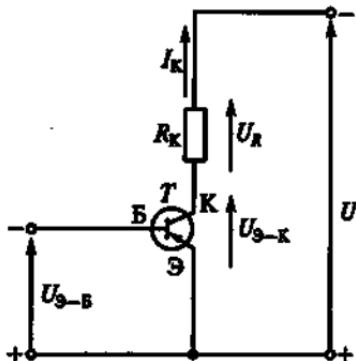

Рис. 31
1.45. На рис. 31 увеличение управляющего напряжения U_{3-B} между эмиттером и базой транзистора T вызывает увеличение тока I_K коллектора. Изменятся ли при этом напряжения U_R и U_{3-K} ?